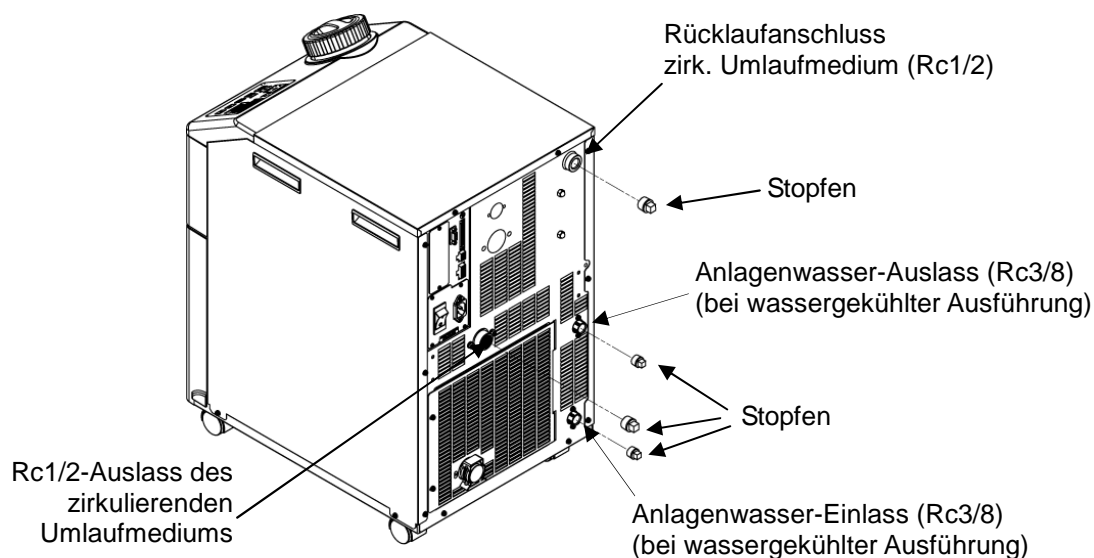

Abb. 7-5 Montage des Stopfens an die Leitungen des Produkts
**9.** Siehe Abb. 7-5 für die Montage des Stopfens an die Leitungen des Produkts.